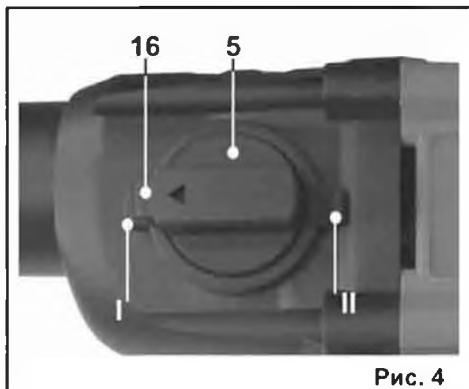

Рис. 4
- 8.1.2. Нажав на кнопку (16) переключателя режимов (5), поверните переключатель режимов (5) в положение (I) «сверление с осевым ударом» согласно Рис.4.
- 8.2.2. Нажав на кнопку (16) переключателя режимов (5), поверните переключатель режимов (5) в положение (II) «сверление без удара» согласно Рис.4.
- 8.3.2. Нажав на кнопку (16) переключателя режимов (5), поверните переключатель режимов (5) в положение (II) «сверление без удара» согласно Рис.4.
- 8.4.2. Нажав на кнопку (16) переключателя режимов (5), поверните переключатель режимов (5) в положение (II) «сверление без удара» согласно Рис.4.